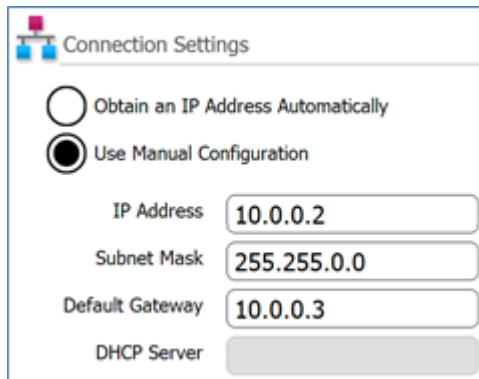

Abbildung 12 Verbindungseinstellungen
- d Geben Sie in den Feldern für die IP-Adresse, die Subnetzmaske und das Standard-Gateway die in Abbildung 12 dargestellten Werte ein. Drücken Sie auf **OK**.